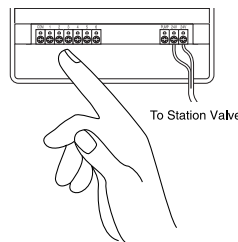

Figure 20: Connexion des fils des vannes
- Connecter le conducteur neutre à la borne désignée par COM [Voir Figure 20].